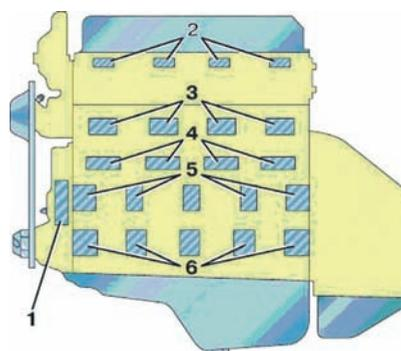

Рис. 2. Зони прослуховування двигуна:
Стуки і шуми двигуна прослуховуйте стетоскопом моделі К-69м ГАРО на прогрітому двигуні при різній частоті обертання колінчастого валу (рис. 2).
- отсоедините контровочную проволоку 33 (см. рис. 2) от наконечника;
- отвинтите болты и снимите колпак 1 (см. рис. 2);
Рис. 2. Передняя ось трактора. 1 — колпак; 2 — гайка; 3 — ступица; 4 — роликподшипник; 5 — защитная обойма; 6 — уплотнительная манжета; 7 — тарельчатые пружины; 8 — левая поворотная цапфа; 9 — нижнее уплотнение; 10, 23 — шайбы; 11 — шарикоподшипник; 12 — пружина; 13 — выдвигной кулак; 14, 34 — втулки; 15 — защитный кожух; 16 — поворотный рычаг; 17 — кронштейн крыла; 18, 19 — гайка, пружинная шайба; 20 — трубчатая балка; 21, 24 — пальцы; 22 — ось качения; 25 — труба рулевой тяги; 26 — контргайка; 27 — защитный чехол; 28 — шаровой палец; 29 — вкладыш верхней; 30 — наконечник рулевой тяги; 31 — вкладыш нижней; 32 — пробка регулировочная; 33 — контровочная проволока.